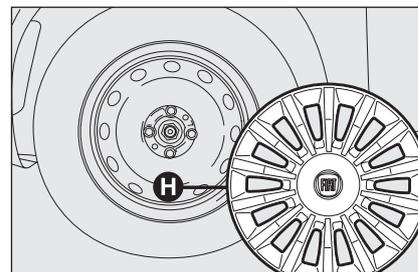

fig. 4
- rimuovere la coppa ruota **H-fig. 4** (versioni con cerchi in acciaio), oppure togliere la coppa coprimozzo (versioni con cerchi in lega);